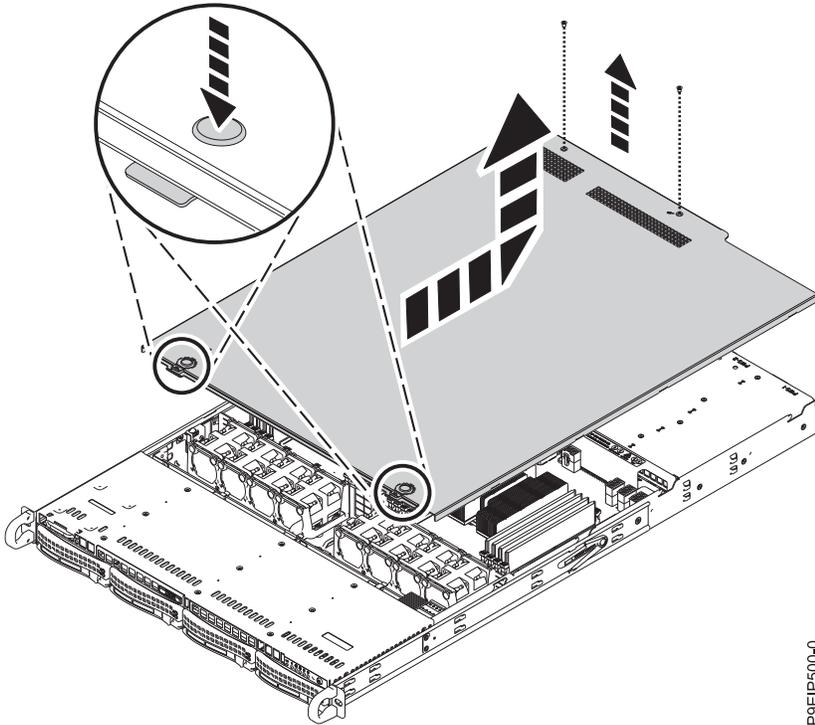

Figure 54. Déverrouillage et ouverture du capot
2. Retirez les deux vis du capot (1) situées à l'arrière.
3. Appuyez sur les deux boutons situés sur le dessus du couvercle (2) pour déverrouiller les loquets, comme indiqué dans la figure 54 et poussez le capot d'environ 0,5 pouces (1 cm) jusqu'à la butée. Si vous ne parvenez pas à appuyer sur les boutons, ôtez partiellement les unités se trouvant sous les boutons.